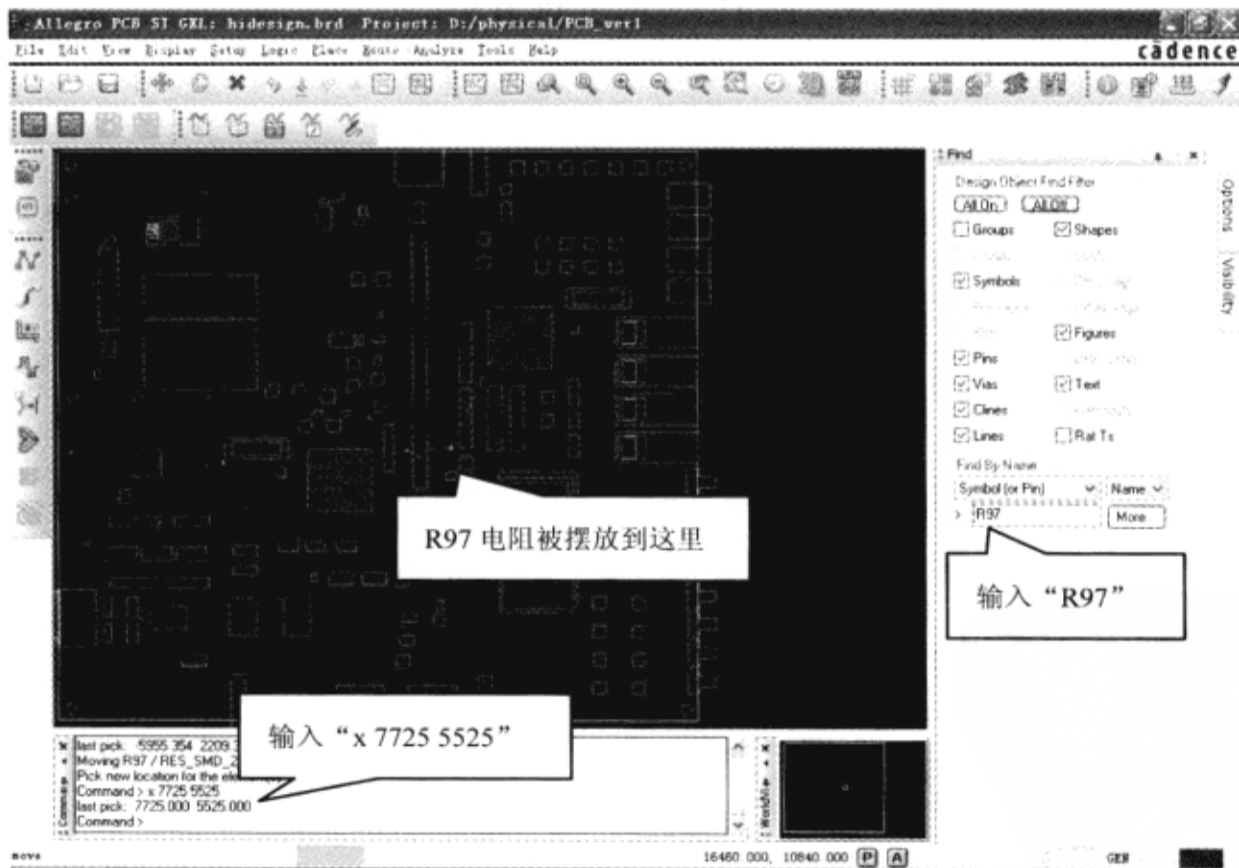

图 2-7-10 摆放电阻 R97
(2) 在“Find”页面下面的文本框中输入“R97”→按“Enter”键→在命令窗口输入“x 7725 5525”→按“Enter”键，如图 2-7-10 所示。